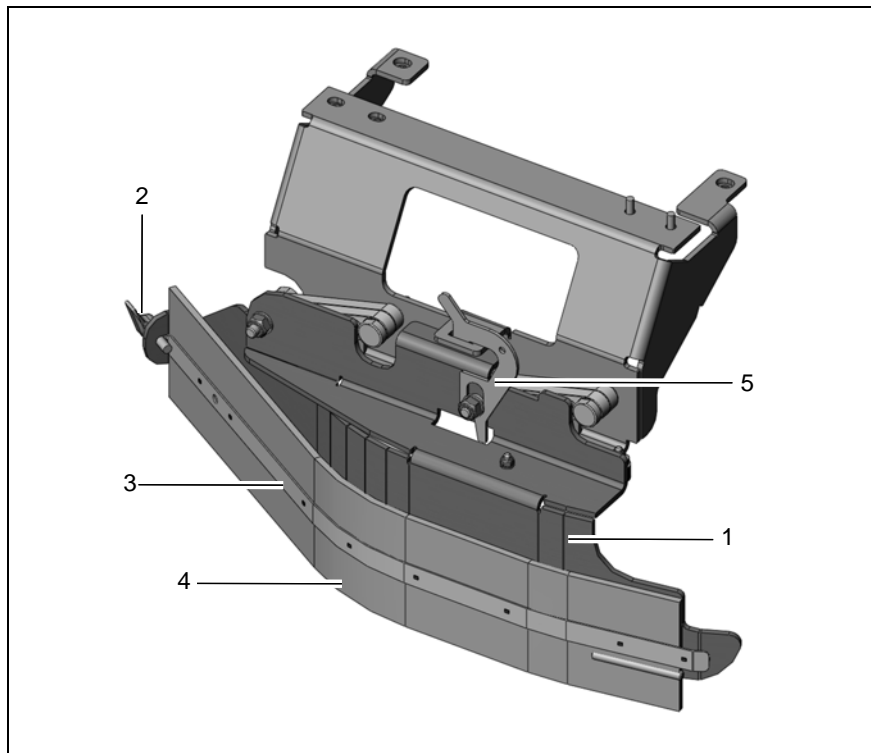

fig. 27
- 1. Ouvrir le crochet de verrouillage (fig. 27/1).
Contrôler quotidiennement ou en cas de besoin le caoutchouc du racleur (fig. 27/4) et le remplacer le cas échéant.
- 1. Desserrer l'écrou papillon (fig. 27/2).
- 2. Pousser la baguette de serrage (fig. 27/3) vers l'avant jusqu'à ce que les crochets à l'intérieur soient libres et que la baguette puisse être retirée vers l'extérieur.
- 3. Changer le caoutchouc du racleur (fig. 27/4).